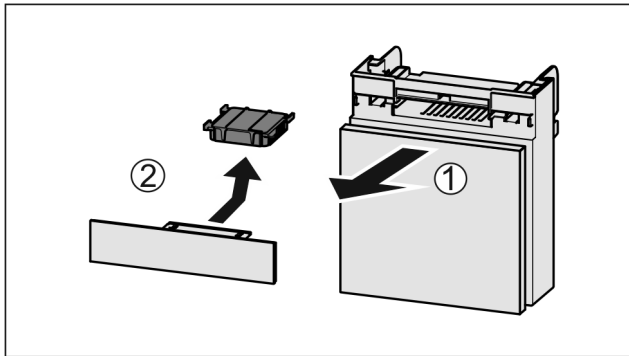

Fig. 127
- ▶ 向前拉出 Fig. 127 (1) 抽屉。
- ▶ 取出 Fig. 127 (2) 活性炭过滤器。